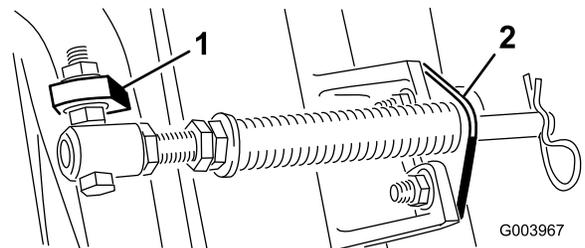

Рисунок 5
**Примечание:** Головку болта следует расположить в направлении наружной стороны выступа, как показано на **Рисунок 5**.
- Присоедините кронштейн штока к выступам режущих блоков с помощью каретных болтов и гаек (**Рисунок 5**).